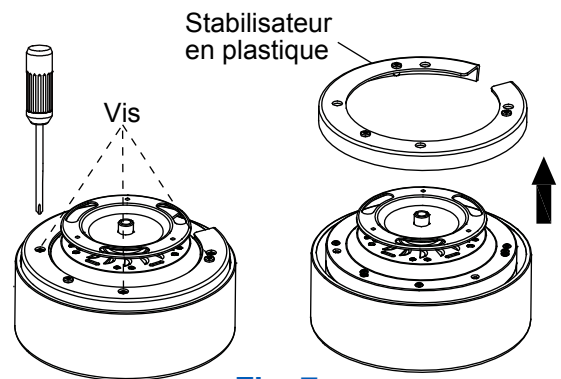

Fig. 7
**Étape 5.** Retirez et jetez les trois vis qui fixaient le stabilisateur en plastique au dessous du boîtier du moteur. Retirez et jetez le stabilisateur en plastique. (Fig. 7)